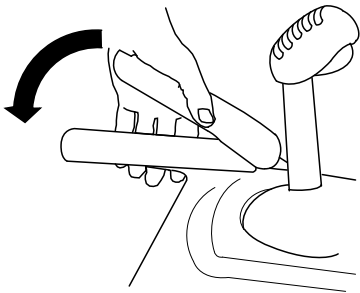

Bild 13
3. Drücken Sie den linken Hebel (Fahrtrieb) zum Handgriff (Bild 13).
6. Drücken Sie den linken Hebel (Fahrtrieb) zum Handgriff (Bild 13).